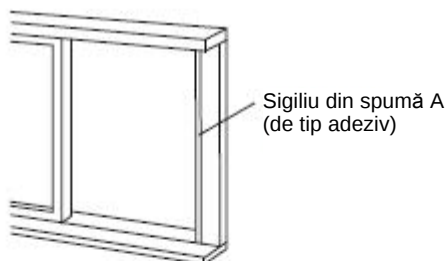

Fig. 12
1. Tăiați sigiliul din spumă (de tip adeziv) la lungimea adecvată și atașați în rama ferestrei. Vedeți Fig. 12